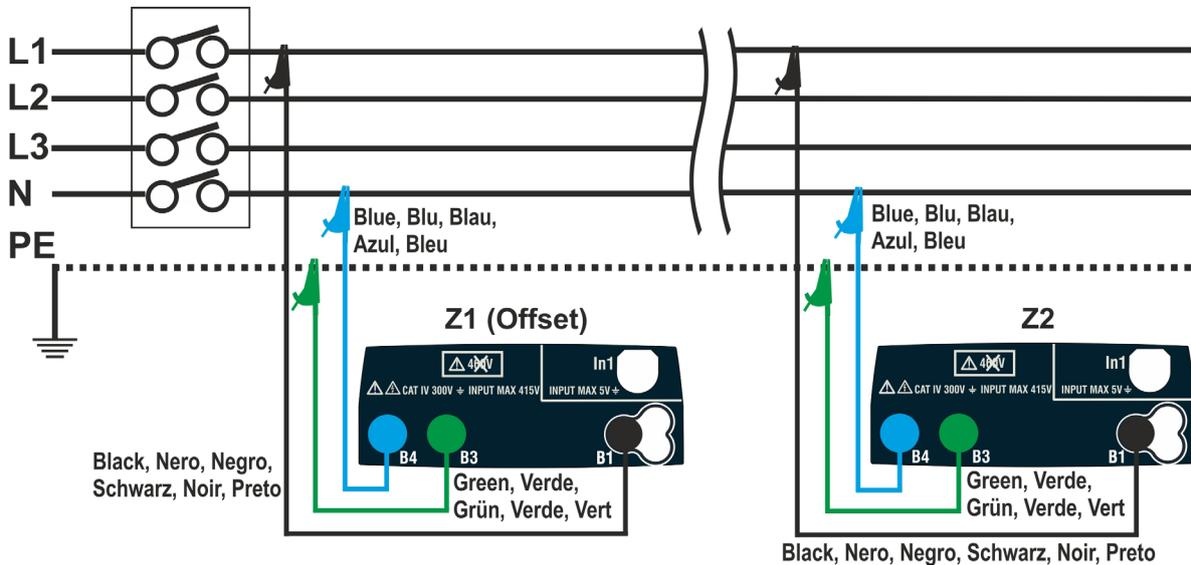
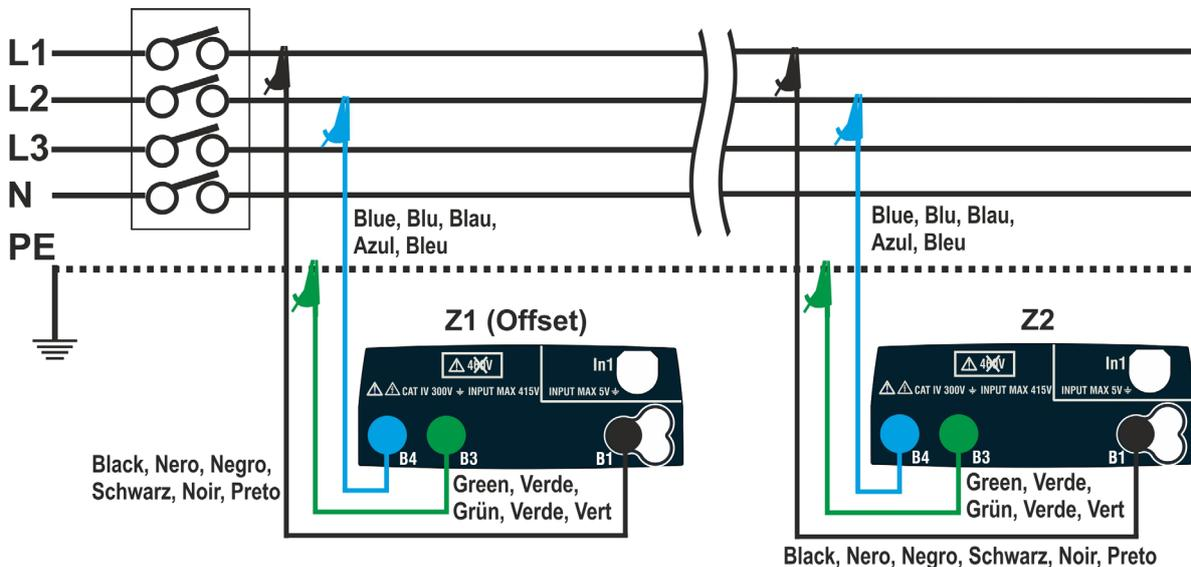

Fig. 40: Connexion instrument pour la mesure de chute de tension en mode L-N
Fig. 41: Connexion instrument pour la mesure de chute de tension en mode L-L
- Brancher l'instrument au point de départ de la ligne principale testée (typiquement en aval d'un dispositif de protection) en fonction de la Fig. 40 ou Fig. 41 pour effectuer la première mesure d'impédance **Z1 (Offset)**. Dans ce cas, l'instrument mesurera l'impédance en amont du point de départ de la ligne principale testée en la prenant comme référence de départ. La page-écran suivante (se référant à la mesure L-L) s'affiche
7. Brancher l'instrument au point d'extrémité de la ligne principale testée conformément aux Fig. 40 ou Fig. 41 pour mesurer l'impédance **Z2** en fin de ligne. Noter la valeur Z1 (Offset) précédemment mesurée affichée sur l'écran